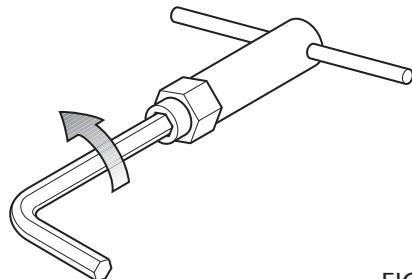

FIG. 18
- Cu o cheie Imbus desurubati dozatorul duzei (vezi fig. 18);